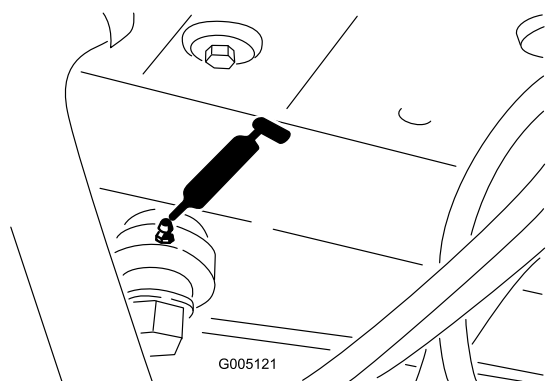

Figura 40
- Extremidade do cilindro da direção (Figura 40)